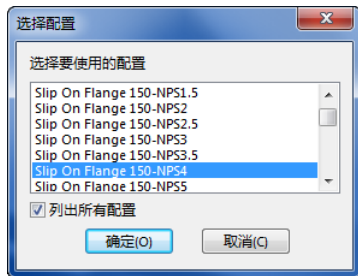

图 18-84 “选择配置”对话框
③ 将 “slip on weld flange.sldprt” 从库中拖到调节器上的法兰面上, 在法兰捕捉到位时将之丢放。
④ 系统会弹出图 18-84 所示的“选择配置”对话框, 在该对话框中选取列举所有配置然后选取 “Slip On Flange 150-NPS4”, 然后单击 “确定” 按钮。